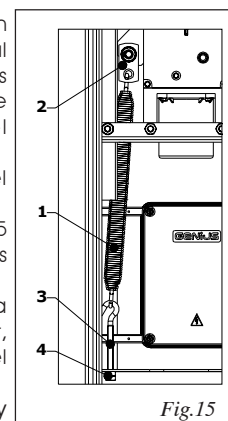

Fig.15
La automatización necesita un muelle de equilibrado, fig.15 ref.1, que debe pedirse por separado (como la barra). El tipo de muelle que se ha de aplicar de elegirse en función de la longitud de la barra y de los eventuales accesorios instalados (véase cap.8). Para elegir el muelle adecuado véanse los indicados en el listín. Para el montaje y regulación del muelle procedan del siguiente modo:
- Desmonte el tirante, fig.15 ref.3.
- Manteniendo siempre la barra en posición vertical, conecten el muelle al platillo, fig.15 ref.2. Para un montaje más rápido se aconseja tener la parte abierta del ojal dirigida hacia el instalador.
- Introduzca el tirante, fig.15 ref.3, en el ojal inferior y en su orificio de fijación.
- Atornillen una de las dos tuercas, fig.15 ref.4, hasta recuperar todos los juegos en el muelle.